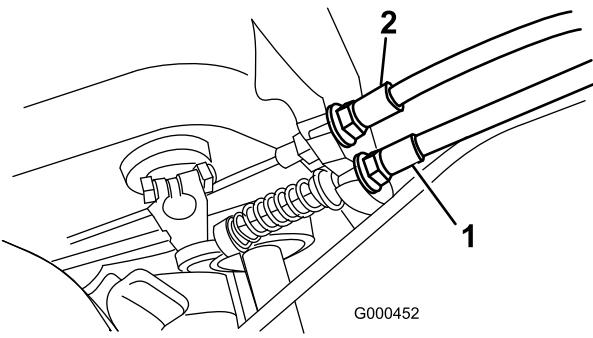

Figura 31
2. Per aumentare la tensione del cavo allentate il controdado del cavo anteriore e serrate il controdado del cavo posteriore (Figura 31) finché non occorre una forza di 2,7 – 4 kg, per inserire il freno. La forza viene misurata al pomello della leva. Non regolate eccessivamente, perché la cinghia del freno potrebbe opporre resistenza.